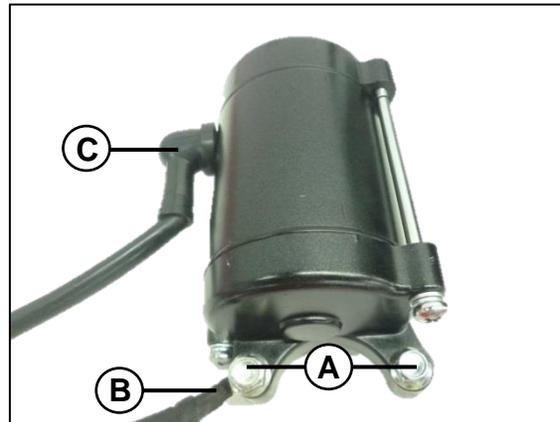

Fig. 05
Retirar el motor de arranque. Esto lo hacemos desensamblando los dos tornillos (A) que lo sostienen a la carcasa del motor. Desconectar el cable de masa (B) y el cable positivo (C) Fig. 05